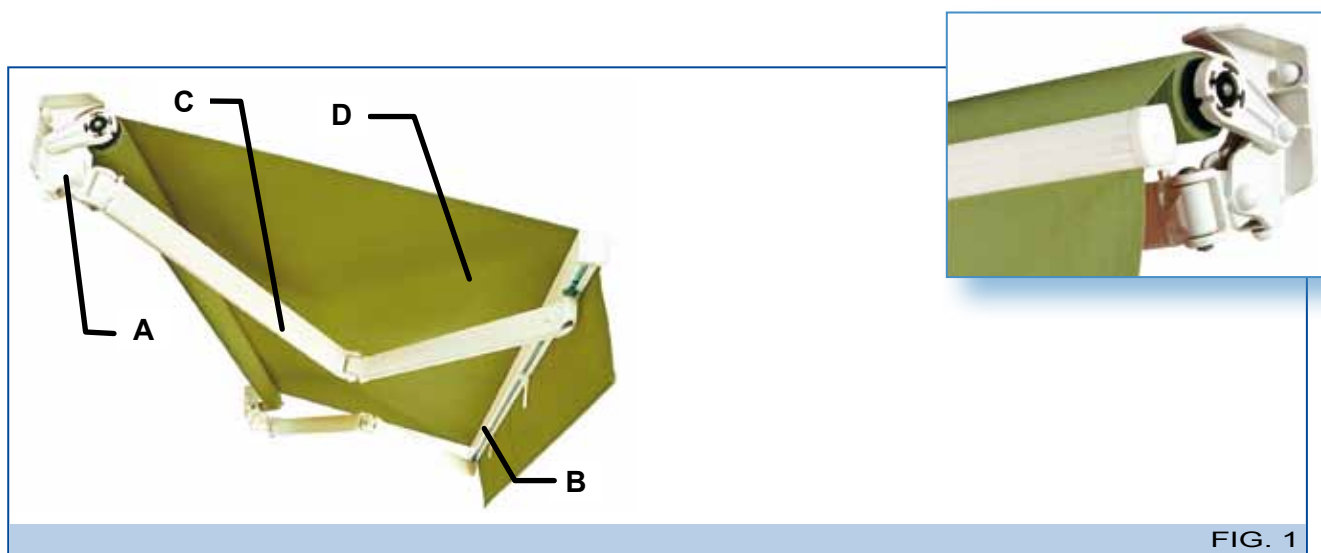

FIG. 1
- **Struttura metallica:** costituisce il telaio portante contenente, all'interno, i vari meccanismi atti al movimento di apertura e chiusura della tenda. Si compone di staffe indipendenti laterali (A - Fig. 1), un profilo terminale (B - Fig. 1), dei bracci estensibili meccanizzati (C - Fig. 1) dotati di cavetti inguainati o di catena in acciaio inox ed un tubo avvolgitore.
- **Telo (D - Fig. 1):** svolge la funzione di copertura e protezione propria della tenda.